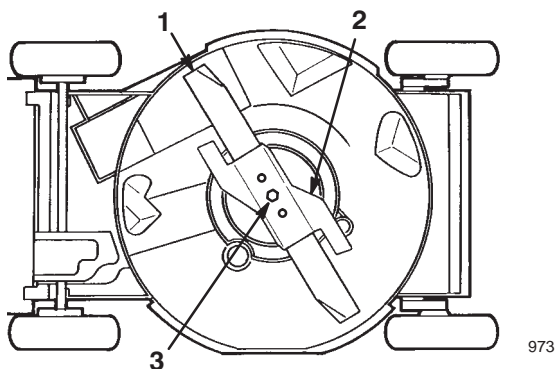

Bild 24
4. Kippen Sie den Rasenmäher auf seine *linke* Seite (Luftfilter hoch) (Bild 24).
2. Nehmen Sie die Messerschraube, Sicherungsscheibe, das Gaspedal und das Messer ab (Bild 24).